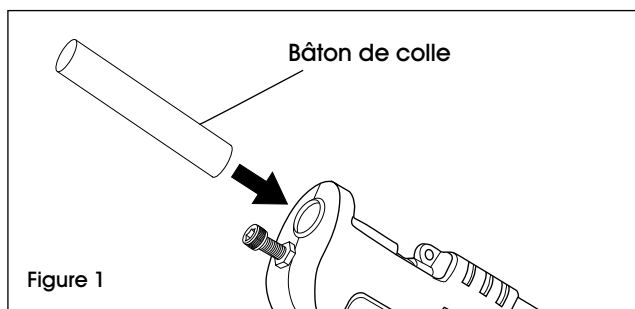

Figure 1
2. Insérez un bâton de colle à l'arrière du pistolet. (Voir Figure 1)